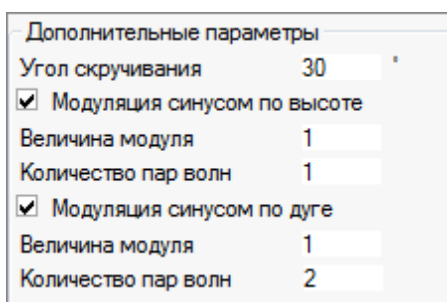

Рис. 2.78
*Примечание: флажки могут быть установлены одновременно в двух окнах (рис. 2.78).*